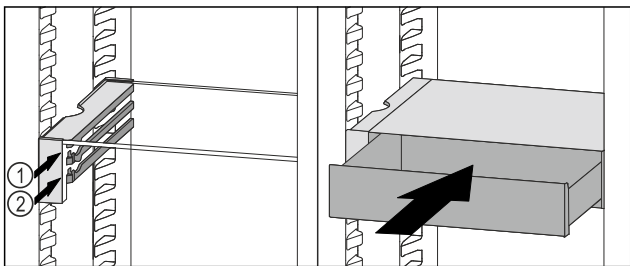

Fig. 108
- ▶ Встановити висувний ящик VarioSafe за стопорами на потрібне ребро Fig. 108 (1) або Fig. 108 (2).